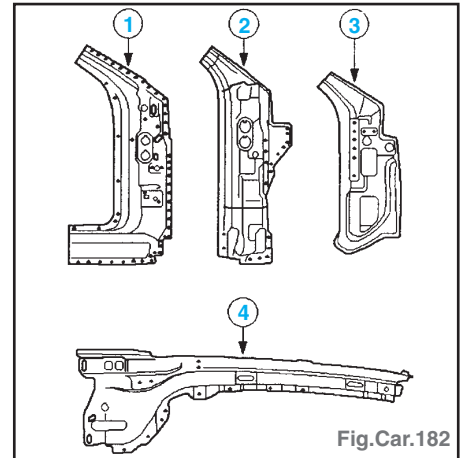

Fig.Car.182
- Percer des trous pour le soudage par bouchonnage sur toutes les pièces neuves (Fig.Car.182) :
- montant A (1),
- renfort de montant A (2),
- tôle intérieure de montant A (3),
- renfort de joue d'aile (4).